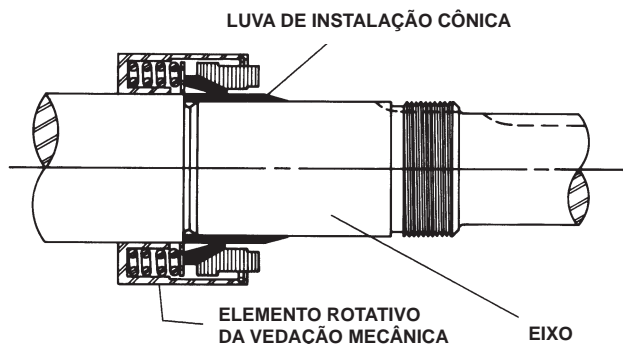

FIGURA 10
3. Coloque a luva cônica de instalação no eixo. Lubrifique a luva cônica e o lado interno do elemento rotativo com uma camada generosa de óleo leve. Graxa não é recomendada. Insira o elemento rotativo no eixo e sobre a luva cônica. **Consulte a Figura 10.**